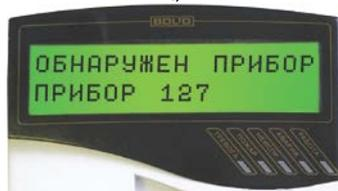

Рисунок 4
5.5 В течение 1 мин после включения питания пульт должен показать сообщение об обнаружении устройства с сетевым адресом, соответствующим текущему адресу клавиатуры (заводской адрес – 127). На рис. 4 представлен индикатор пульта «С2000М» с соответствующим сообщением. Если придёт несколько сообщений, накопившихся в буфере клавиатуры, их можно «пролистать» с помощью кнопок «▲» и «▼» на пульте «С2000М».